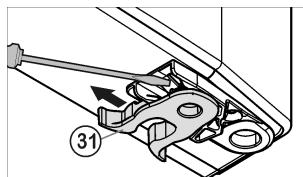

Fig. 6
- ▶ Przenieść zacisk sprężynowy Fig. 6 (31). Zatrzasz przycisnąć w dół, przy tym zdjąć zacisk sprężynowy.